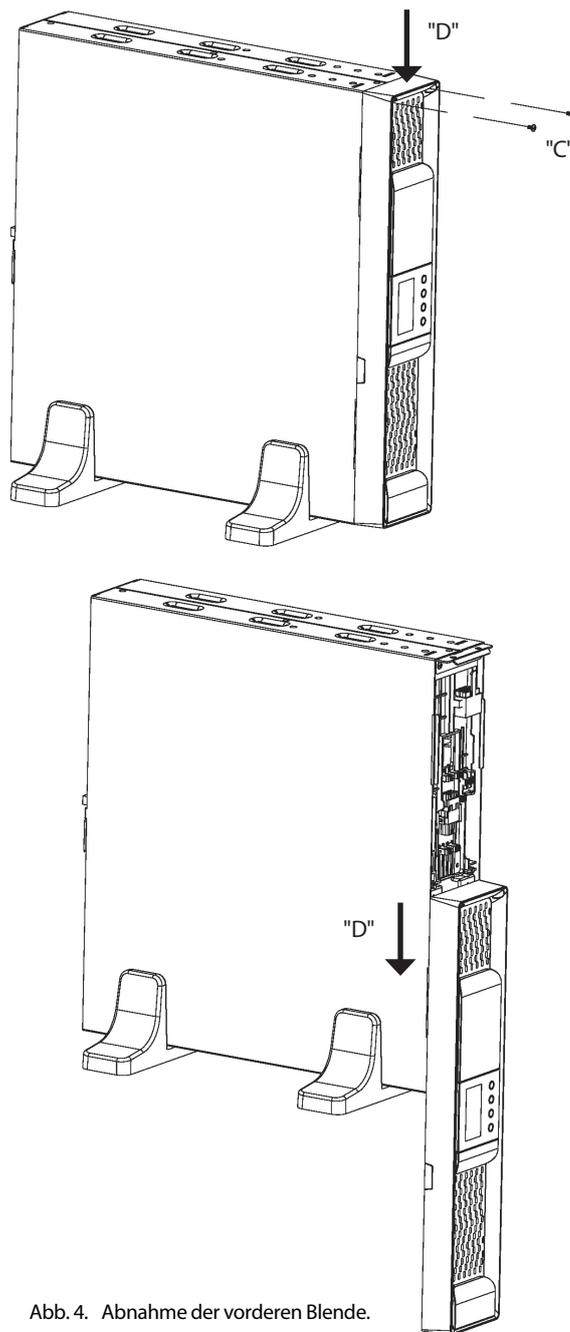

Abb. 4. Abnahme der vorderen Blende.
- Gehen Sie wie folgt vor, um die vordere Blende abzunehmen (siehe Abb. 4):